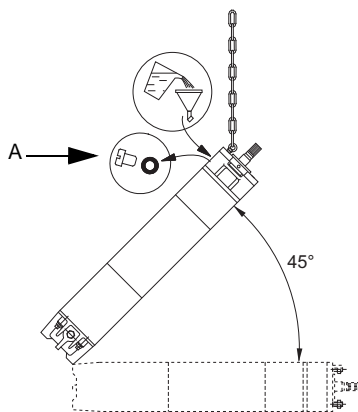

Fig. 4 Posición del motor durante el llenado – MMS
1. Colocar el motor en un ángulo de 45 ° con el punto más alto del motor hacia arriba, ver fig. 4.